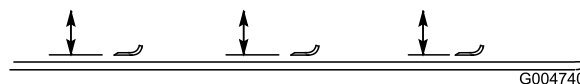

Figure 87
2. Tournez la lame dans le sens longitudinal et mesurez la distance entre l'intérieur du plateau de coupe et le tranchant à l'avant de la lame (Figure 87).